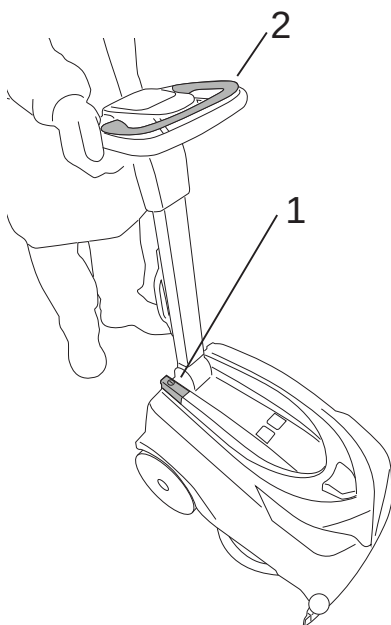
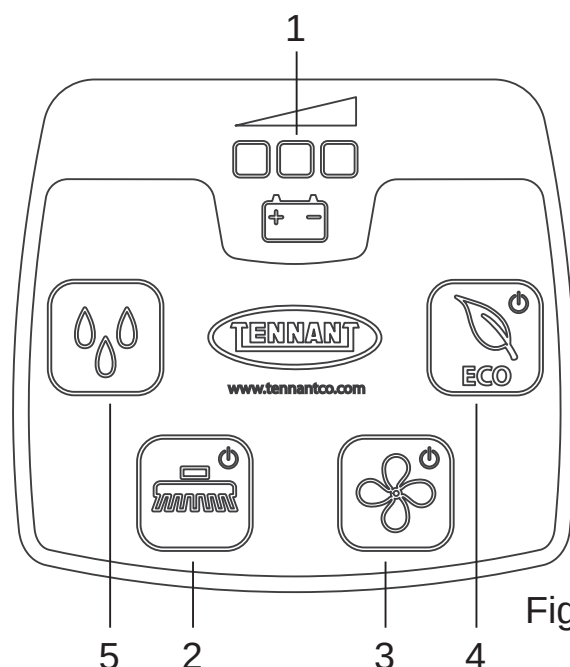

Fig.14
Fig.15
- Hauptschalter (Abb. 14, Pkt. 1): er schaltet die Spannungsversorgung zu allen Maschinenfunktionen ein und aus.
- Kontrolllampe für den Akkuladestand (Abb. 15-Pkt. 1): sie besteht aus einer roten, gelben und grünen LED, die den Akkuladestand anzeigen. Die möglichen Situationen sind:
- Bürstenschalter (Abb. 15, Pkt. 2): er schaltet die „Bürstenfunktion“ ein („LED eingeschaltet“) und aus („LED ausgeschaltet“), die Bürste schaltet sich nur dann ein, wenn der „Bürstensteuerhebel“ (Abb. 14, Pkt. 2) bedient wird.
- Saugschalter (Abb. 15, Pkt. 3): er schaltet den Saugmotor ein („LED eingeschaltet“) und aus („LED ausgeschaltet“), mit dem der zuvor gereinigte Boden getrocknet werden kann. Der Motor schaltet sich nur dann ein, wenn der „Bürstensteuerhebel“ bedient wird.
- Schalter für den Reinigungsmittelfluss (Abb. 15-Pkt. 5): um den Reinigungsmittelfluss einzuschalten, auszuschalten oder anzupassen, gehen Sie bitte wie folgt vor:
- ECO-Schalter (Abb. 15, Pkt. 4): er schaltet den ECO-Betrieb ein („LED eingeschaltet“) und aus („LED ausgeschaltet“).